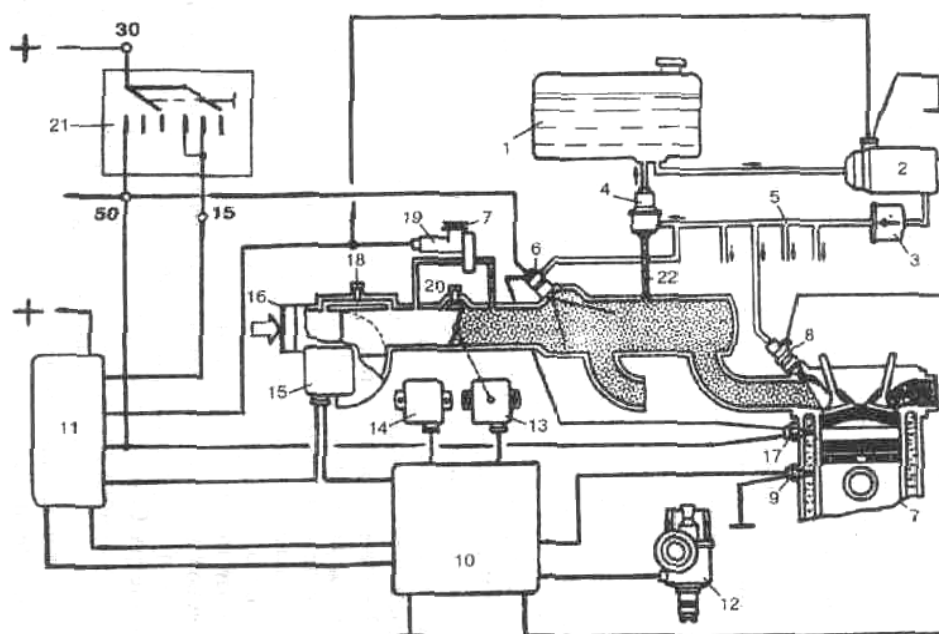
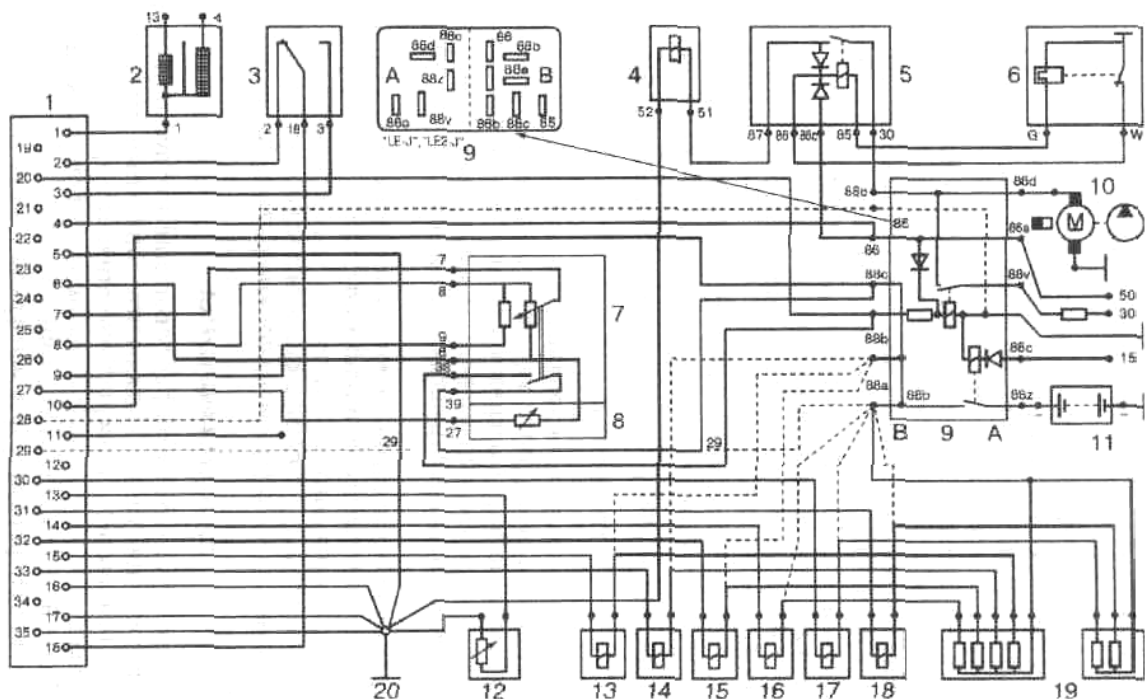

Рис. 35. Схема системы впрыска топлива "L-Jetronic":
Рис. 38. Электрическая схема соединений системы впрыска "L-Jetronic":
Электрический топливный насос 2 забирает топливо из бака 1, (рис. 35) и подает его под давлением 2,5 кгс/см² через фильтр тонкой очистки 3 к распределительной магистрали 5, соединенной шлангами с рабочими форсунками цилиндров 8. Установленный с торца распределительной магистрали 5, регулятор давления топлива в системе 4 поддерживает постоянное давление впрыска и осуществляет слив излишнего топлива в бак. Этим обеспечивается циркуляция топлива в системе и исключается образование паровых пробок.
Клапан дополнительной подачи воздуха 19, (см. рис. 35), установленный в воздушном канале, выполненном параллельно дроссельной заслонке, подводит к двигателю добавочный воздух при холодном пуске и прогреве двигателя, что приводит к увеличению частоты вращения коленчатого вала. Для ускорения прогрева используются повышенные обороты холостого хода (более 1000 об/мин).
Объем проходящего воздуха полностью определяется положением дроссельной заслонки (нагрузкой двигателя). Объем (масса) воздуха измеряется расходомером. Последним не учитывается только воздух, проходящий через обводной канал, который используется для СО-регулирования, (см. рис. 35).
Система холостого хода "L-Jetronic" дополнена обводным каналом расходомера воздуха (см. рис. 35). В этом канале установлен винт качества (состава) смеси или СО-регулирования. Назначение обводных каналов дроссельной заслонки "L-Jetronic" такое же, как и в системах "К-Ј", "КЕ-Ј".
Схема электрооборудования автомобилей с системой впрыска топлива "L-Jetronic" является более сложной, в этом легко убедиться сравнив схемы представленные на рис. 30 и 38. Электросхемы систем впрыска топлива "L-Jetronic" различаются в зависимости от автомобиля, двигателя, установленного на нем, и года выпуска, поэтому на рис. 38 представлены только два из наиболее часто встречающихся вариантов.
- разъедините разъем блока электронного управления впрыском 1, (см. рис. 38) при электросварке кузова других узлов и деталей;
Для проверки давления подачи топлива от распределительной магистрали 5, (см. рис. 35), отсоедините трубопровод подвода топлива и к нему подсоедините манометр. Соедините клеммы "88v" и "88d" блока реле (см. рис. 38), тем самым напряжение аккумуляторной батареи подводится непосредственно к электронасосу. Давление топлива должно быть 2,5—3 кгс/см².
Регулировка холостого хода осуществляется двумя винтами — количества 20 и качества 18 рабочей смеси, (см. рис. 35). Регулировочным винтом количества смеси установите частоту вращения коленчатого вала двигателя в пределах 900±50 об/мин (при повороте винта по часовой стрелке частота вращения снижается).
Системы впрыска "L-Jetronic" могут иметь клапаны добавочного воздуха 19, (см. рис. 35) совершенно иной конструкции, по сравнению с клапаном на рис. 12. Дополнительно к приборам показанным на рис. 35 система впрыска может иметь термоклапан, термозлектрический выключатель и тепловое реле времени.
Клапанные форсунки работают без дополнительных сопротивлений 19, (см. рис. 38). Последнее достигается применением латунных проводов вместо медных, что обеспечивает необходимое электрическое сопротивление.
Электрическая схема систем "LE-Jetronic" и "LE2-Jetronic" представлена на рис. 38 (штриховые линии, без дополнительных резисторов).